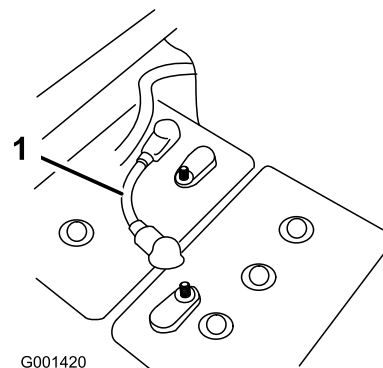

Figura 2
4. Staccate uno dei cavi corti collegati a una qualsiasi delle due batterie per interrompere l'alimentazione del sistema (Figura 2).